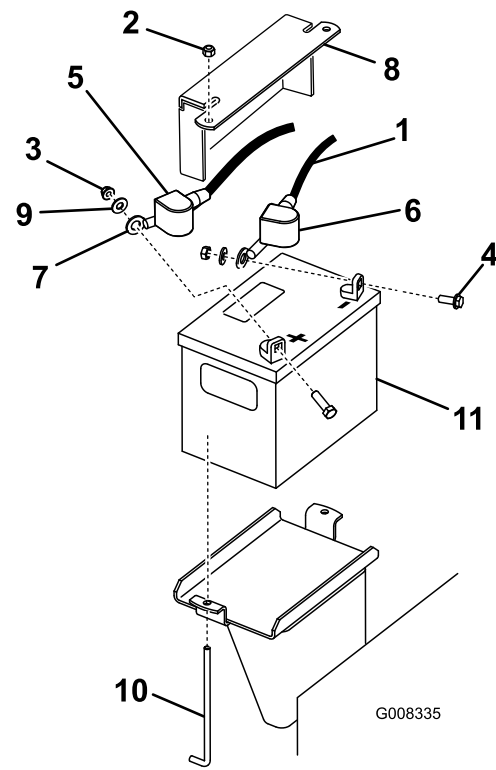

Figure 39
4. Enlevez le capuchon rouge de la borne positive (rouge) de la batterie et débranchez le câble positif (rouge) (Figure 39).
5. Enlevez la plaque de maintien, les boulons en J et les contre-écrous de fixation de la batterie (Figure 39) et retirez la batterie.
1. Placez la batterie sur la machine (Figure 39).
3. Commencez par relier le câble positif (rouge) à la borne positive (+) de la batterie avec un écrou, une rondelle et un boulon (Figure 39). Glissez le capuchon de caoutchouc sur la borne de la batterie.
4. Reliez ensuite le câble négatif et le câble de masse à la borne négative (-) de la batterie avec un écrou, une rondelle et un boulon (Figure 39). Glissez le capuchon de caoutchouc sur la borne de la batterie.